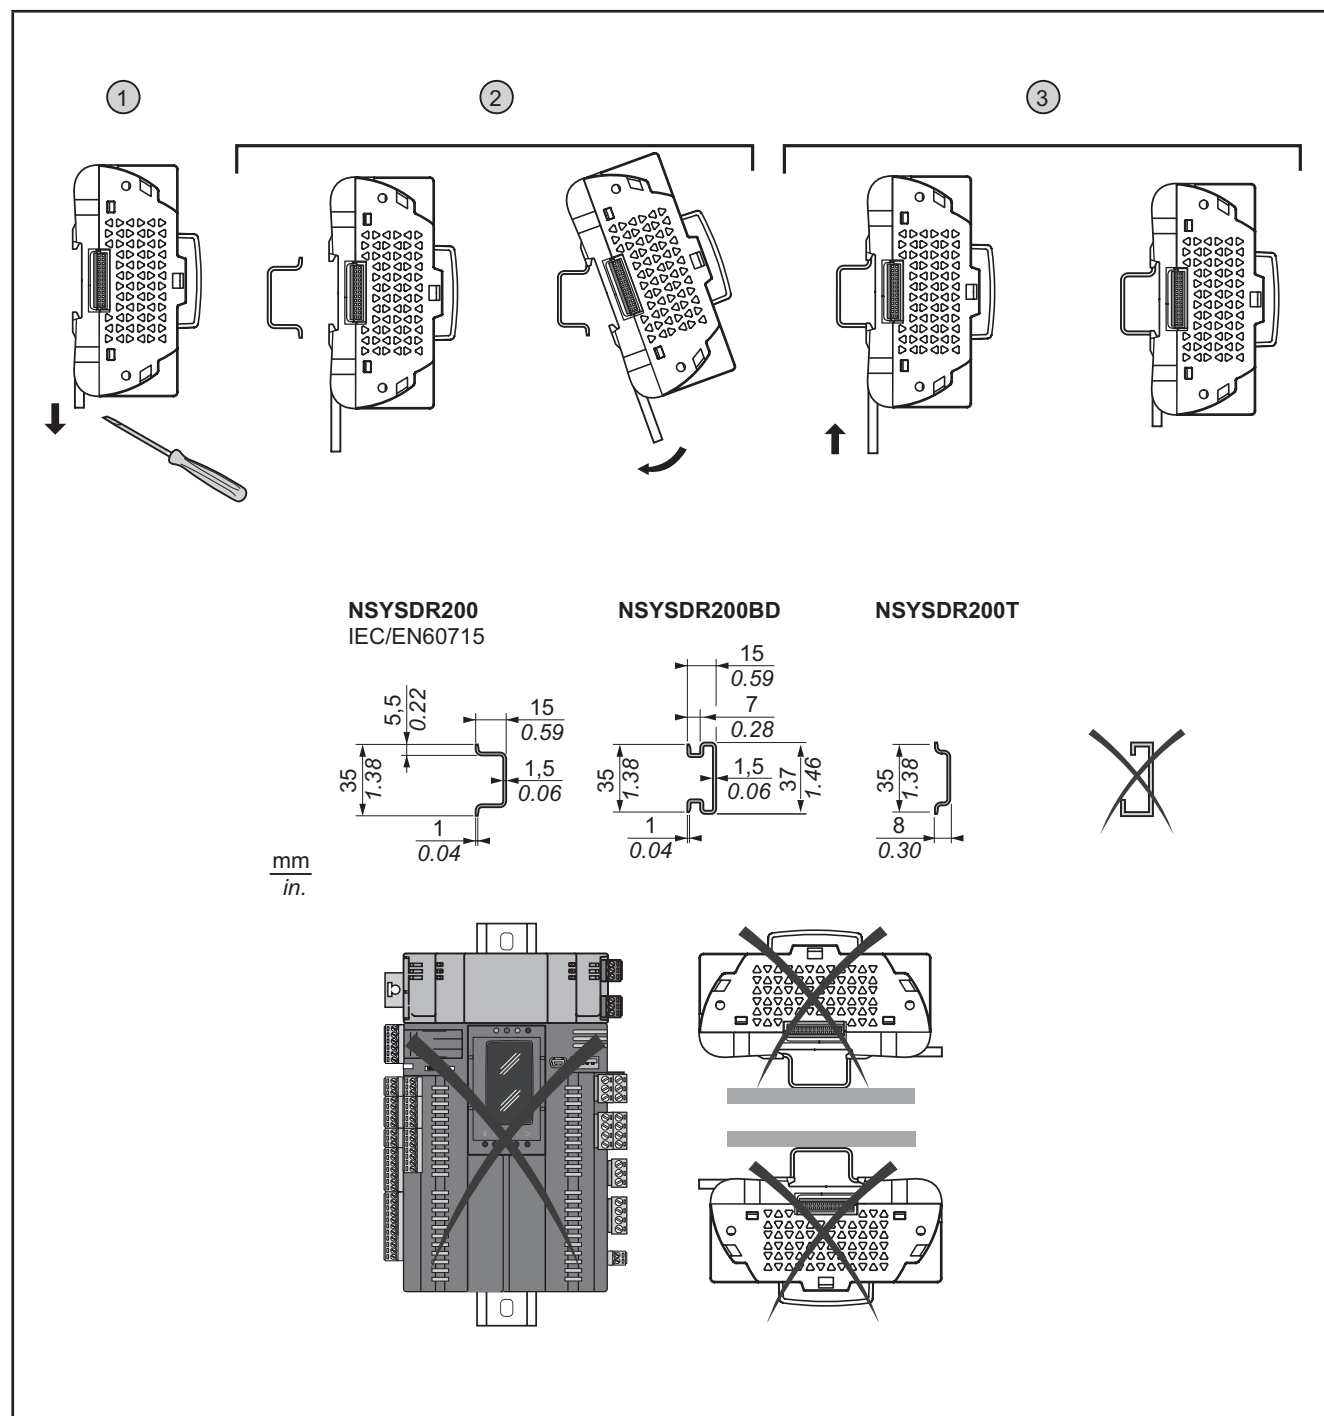
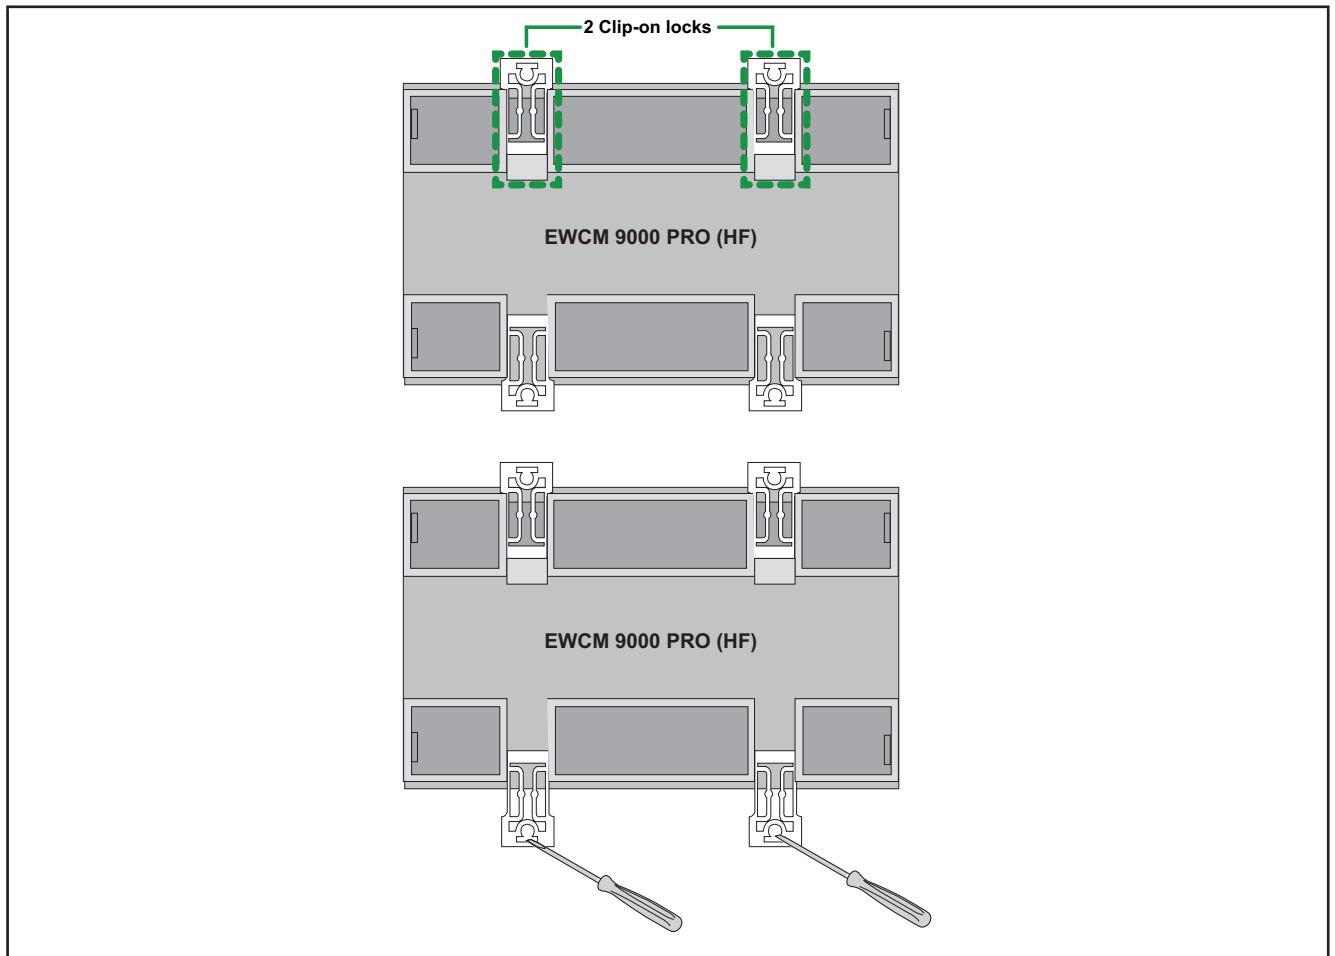
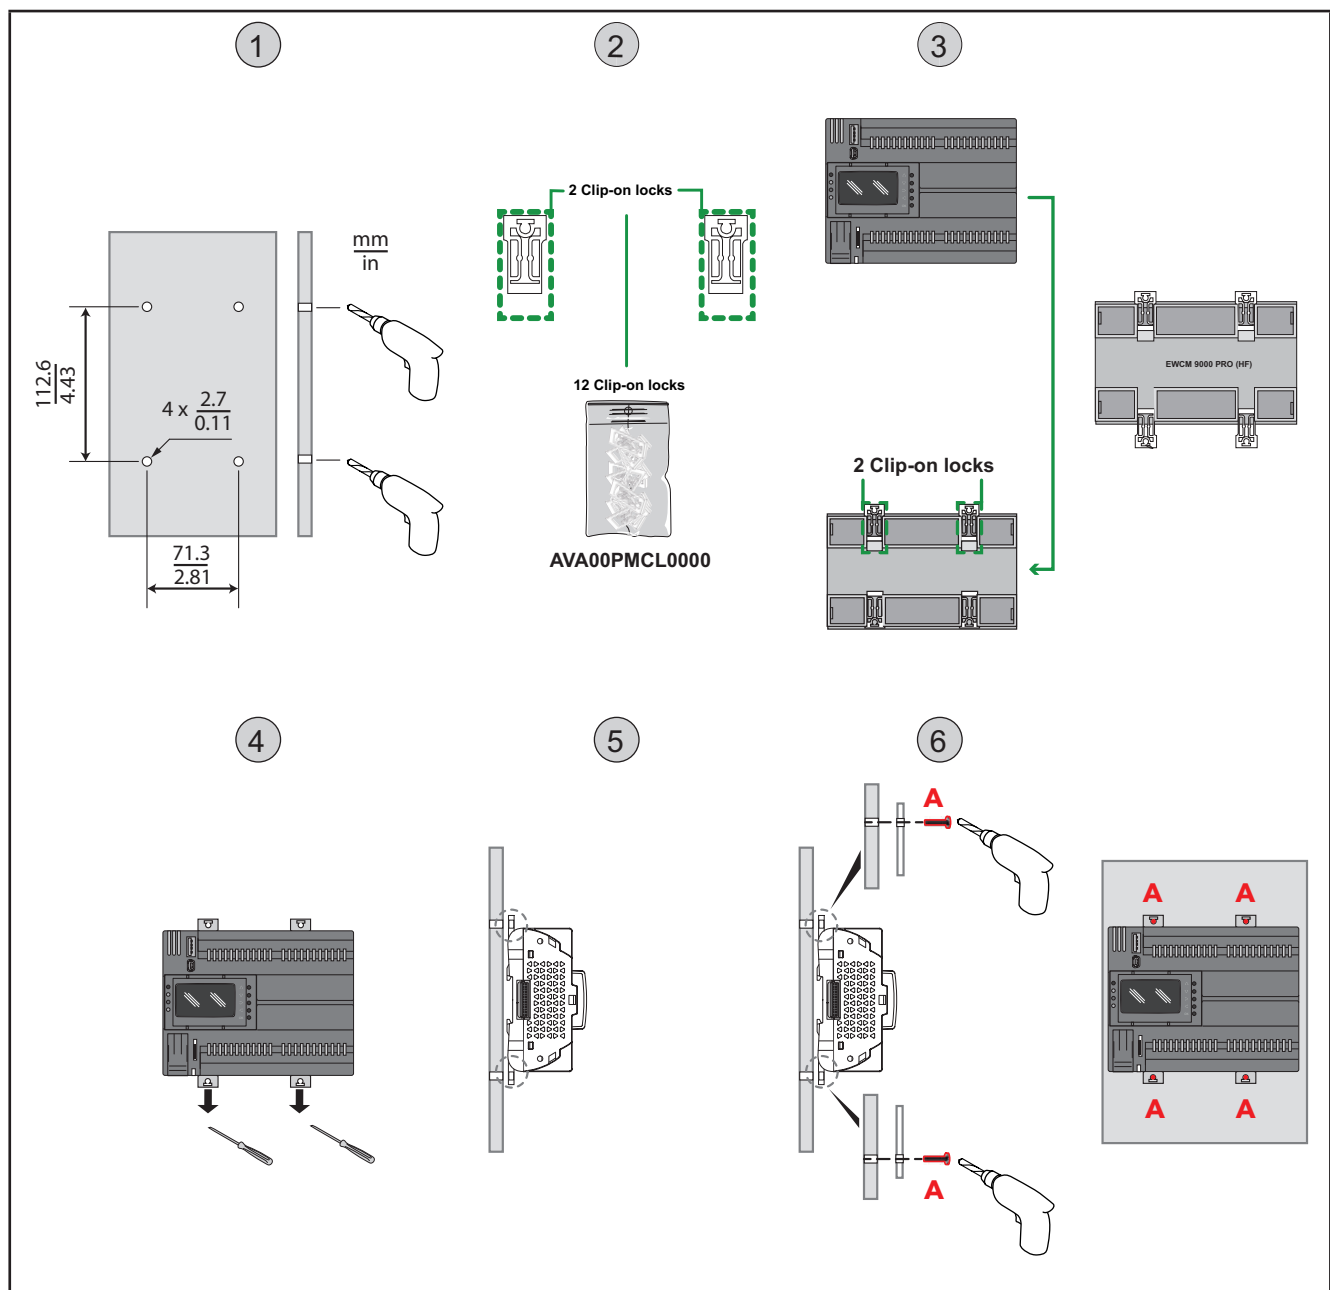

Abb. 5. Einbau von EWCM 9000 PRO (HF) auf DIN-Schiene
Abb. 12. Details der Sicherungslaschen
Abb. 13. Tafelbau von EWCM 9000 PRO
Das Gerät ist für die Installation auf 8-DIN-Schiene bestimmt (vgl. „Abb. 5“ auf S. 22 und „Abb. 12“ auf S. 27). Zur Installation auf DIN-Schiene verfahren Sie wie folgt:
Das Gerät ist für den Tafeleinbau bestimmt (siehe „Abb. 12“ auf S. 27 und „Abb. 13“ auf S. 28).
1. Fertigen Sie vier Bohrungen in der Tafel an (für Bohrabstand und -durchmesser siehe „Abb. 13“ auf S. 28).
3. Montieren Sie die beiden Sicherungslaschen an der oberen Seite von EWCM 9000 PRO (HF).
5. Richten Sie die vier Sicherungslaschen von EWCM 9000 PRO (HF) mit den vier Bohrungen an der Tafel aus.
6. Befestigen Sie EWCM 9000 PRO (HF) mit den Schrauben.